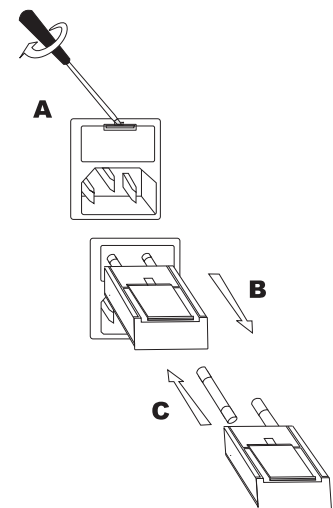

Fig. 9-1 Apertura del portafusibles
5. Extraiga el portafusibles como se indica en la Fig. 9-1 "Apertura del portafusibles".